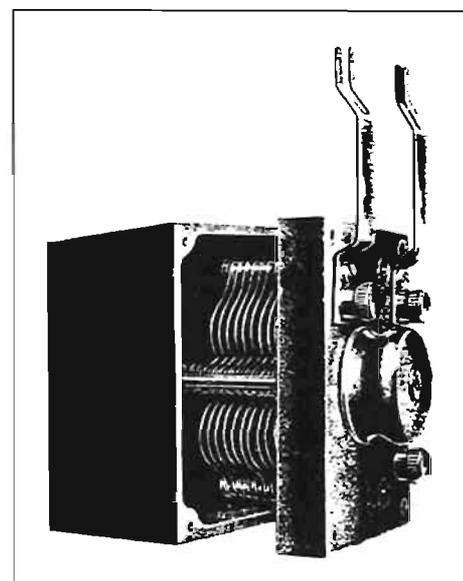

Fig. 4 - Radio-Bloc Compensateur
2) Radio-Bloc compensateur (fig. 4) :